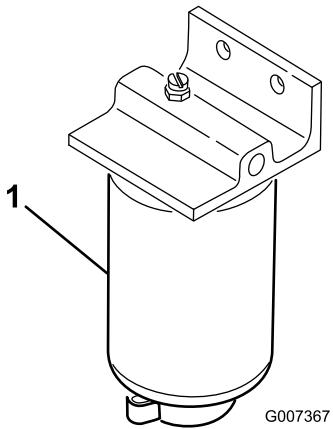

Bild 39
1. Stellen Sie einen sauberen Behälter unter den Kraftstofffilter (Bild 39).